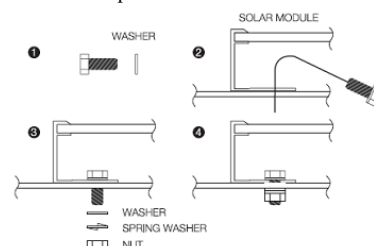

Рисунок 1. Монтаж болтами
- Модуль необходимо закрепить как минимум четырьмя болтами М6 или М8 (в зависимости от ситуации), установив их в указанные монтажные отверстия (Рисунок 1).